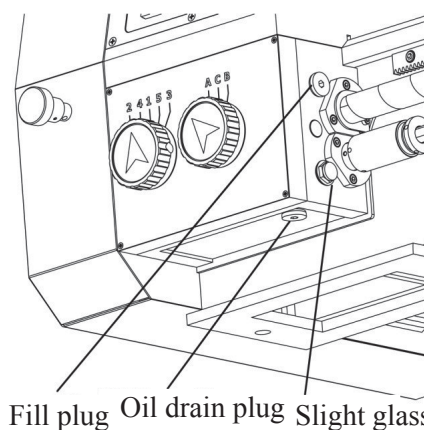

Bild 30
1. Kontrollera oljenivån i nivåglaset (se bild 30). Om oljenivån är lägre än markeringen i nivåglaset fortsätter du med nedanstående steg för att fylla på olja.
2. Skruva i påfyllningspluggen från behållaren (se bild 30).
3. Håll ett dräneringstråg under avtappningspluggen och skruva därefter ur denna (se bild 30) (vänta tills all olja har tappats ut i tråget).